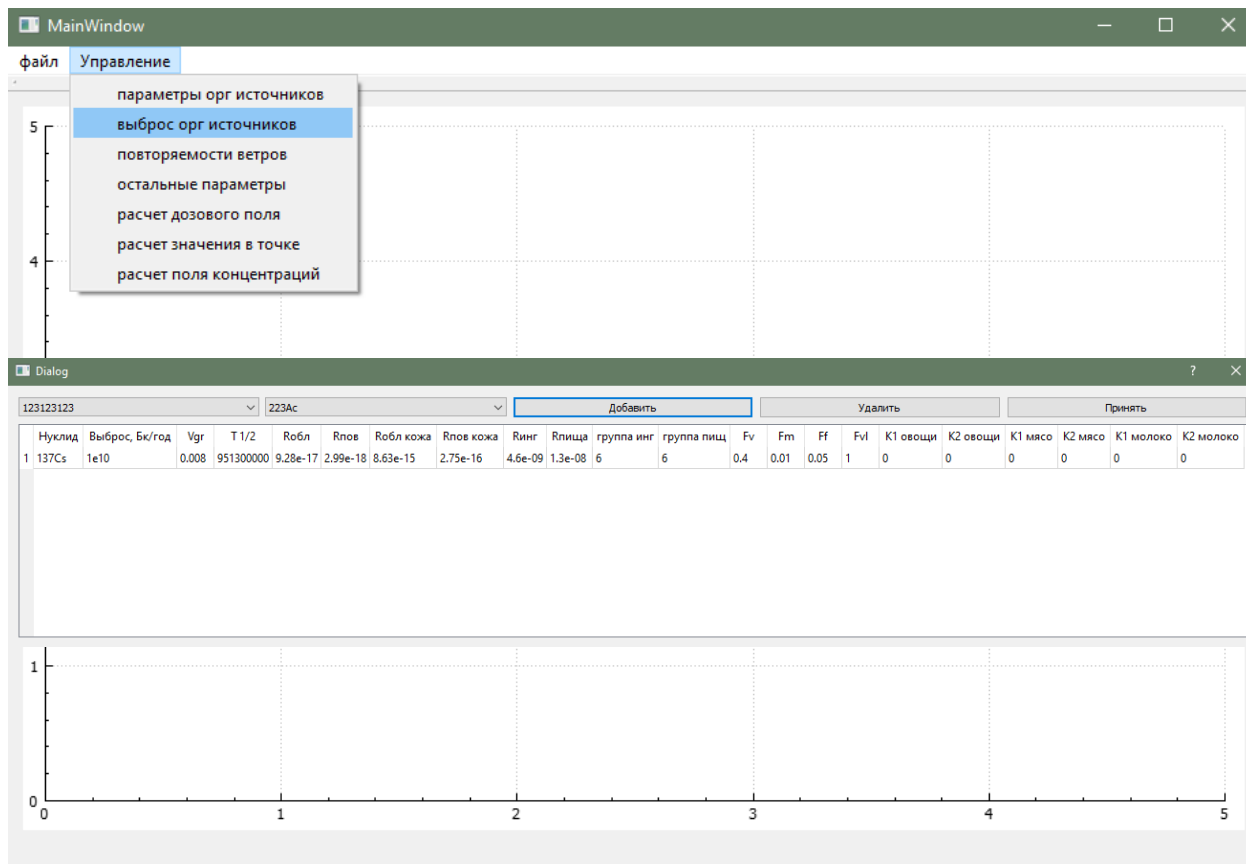

Рисунок 6 – Задание качественного и количественного состава выбросов
4) Выбрать радионуклиды, присутствующие в выбросе источника из списка ранее заданных организованных и неорганизованных источников, и задать их активности в диалоговом окне, вызванном нажатием кнопки «выброс орг источников» в пункте меню «Управление» (см. рисунок 6).